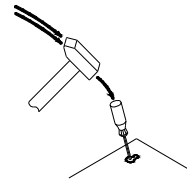

Bild 1
- Alle 4 Vorstanzungen auf der Rückseite des Heizkörpers mit einem Schraubendreher / Hammer vorsichtig herausschlagen (s. Bild 1).